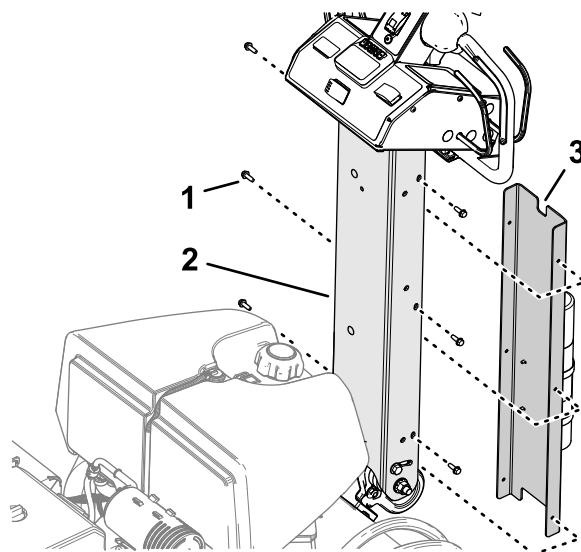

Figura 12
1. Allineate il piccolo incavo del coprimaniglia con l'incavo in alto (**Figura 12**).